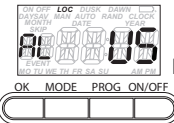

Fig. 4
7. Para aceptar el ajuste de horario de verano **AUTO** presione **OK** y continúe con el paso 8. Para desactivar el ajuste de Horario de verano (Por ejemplo, en Arizona o Hawái) gire la perilla para mostrar **MAN** parpadeante y luego presione **OK**. Se mostrará **LOC** en la parte superior de la pantalla. (Fig. 4) Continúe con el paso 13.
8. Los pasos del 8 al 10 le permiten cambiar las fechas de ajuste del Horario de verano (DST). El temporizador viene ajustado de fábrica con los reglamentos de Horario de verano de EE. UU. vigentes desde 2007 en adelante. La pantalla mostrará **ON DAY SAV** (Horario de verano encendido), un **03** parpadeante y **WK 02** (Semana 02), lo que significa que el temporizador se ajustará hacia adelante el 2.º domingo de marzo. Continúe con el paso 9 si necesita cambiar los ajustes de fábrica o presione **OK** varias veces para aceptar los ajustes de fábrica hasta que aparezca **LOC** en la parte superior de la pantalla y continúe con el paso 13. (Fig. 4)